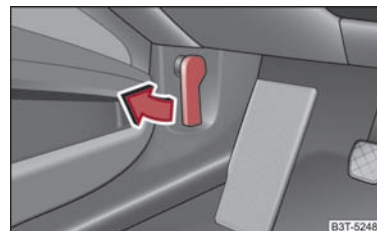

Abb. 12 Entriegelungshebel Motorraumklappe
- Ziehen Sie am Entriegelungshebel unterhalb der Schalttafel auf der linken Seite ⇒ **Abb. 12**.